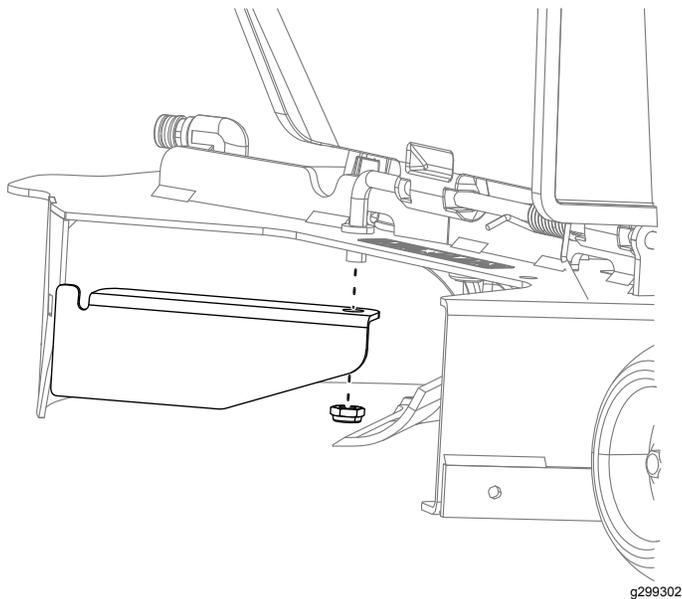

Figura 19
2. Instale el nuevo deflector pequeño en la carcasa del cortacésped en el mismo lugar de la carcasa que el deflector retirado anteriormente (Figura 19).